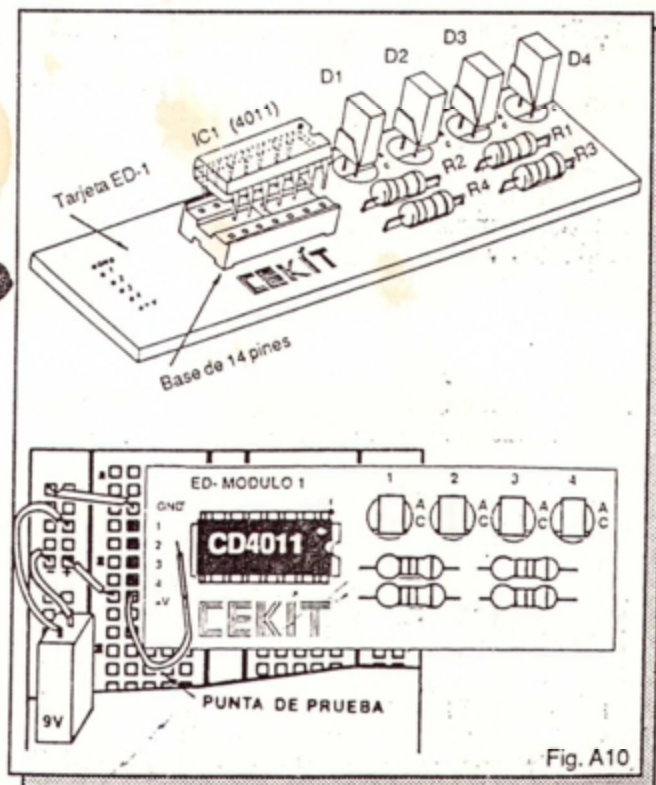

Fig. A10
**Paso 1.** Tome el circuito integrado 4011 e insértelo con firmeza en la base de 14 pines de la tarjeta ED-1 como se muestra en la parte superior de la figura A10. Oriente el *chip* de tal modo que la ranura quede mirando hacia los LED y que el punto (•) coincida con la marca "1•" grabada sobre la tarjeta.
**Paso 2.** Para probar el módulo ED-1, insértelo en el *protoboard* como se muestra en la parte inferior de la figura A10. Conecte el positivo de la batería (cable rojo del conector) al terminal +V y el negativo (cable rojo) al terminal GND. Instale un cable de prueba en el terminal positivo del *protoboard*.